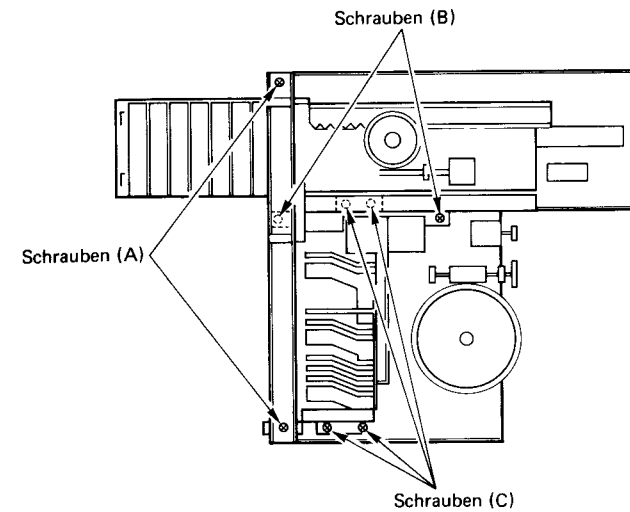

Abb. 5
1) Die beiden Schrauben (A) und danach die Cassetten-transport-schiene entfernen.
2) Die beiden Schrauben (B) und danach den Cassettenhalter entfernen.
3) Die vier Schrauben (C) entfernen. (Abb. 5)